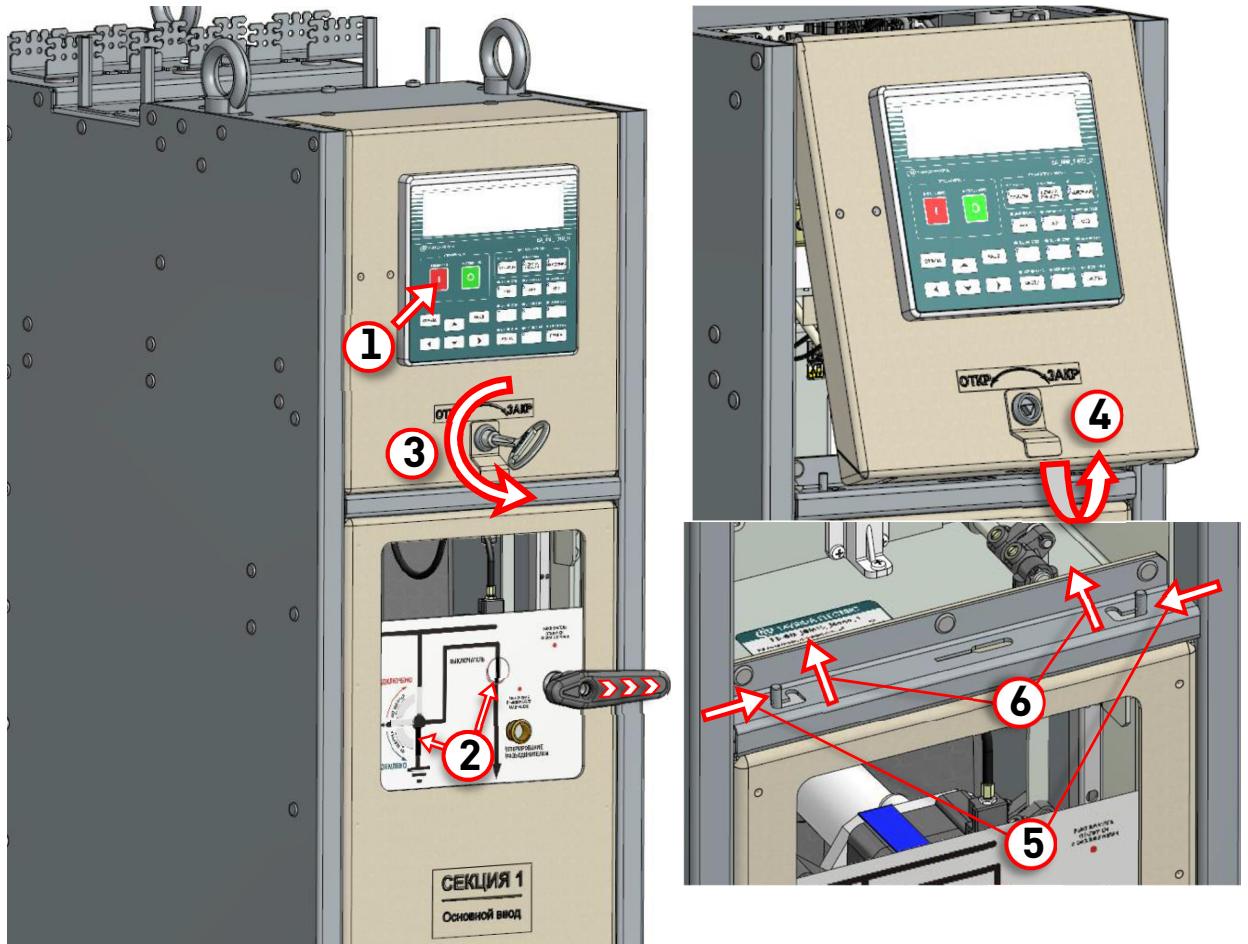

Рис.7.1. Подготовка к снятию передней панели OMB
1. Включить выключатель, операция **1**, рис. **Рис.7.1**
2. Убедиться, что вид мнемосхемы соответствует приведенному на рис. **Рис.7.1**, вид **2** мнемосхемы: выключатель включен, разъединитель заземлен, рукоятка в положении «Включение ВВ разрешено».
3. Вставить спец. ключ в замок панели релейного отсека и повернуть его против часовой стрелки до открытия панели, операция **3**, рис. **Рис.7.1**.
4. Откинуть панель вверх до автоматической фиксации, операция **4**, рис. **Рис.7.1**.
5. Одновременно сместить рычажки левого и правого фиксаторов горизонтальной балки двери ОМВ к центру шкафа - операция **5**, зафиксировать их, надавив от себя - операция **6**, рис. **Рис.7.1**.